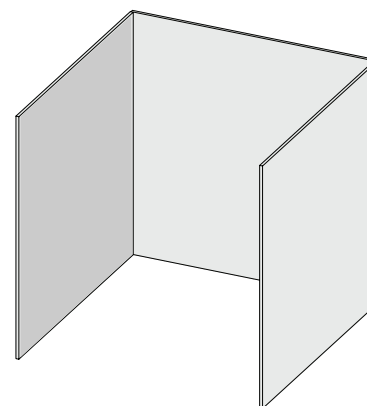

Fig. 1
- Et apparat regnes som utendørs hvis det er installert med leegger, men ikke mer lukket enn med vegger på tre sider, uten takdekning. (Fig. 1)